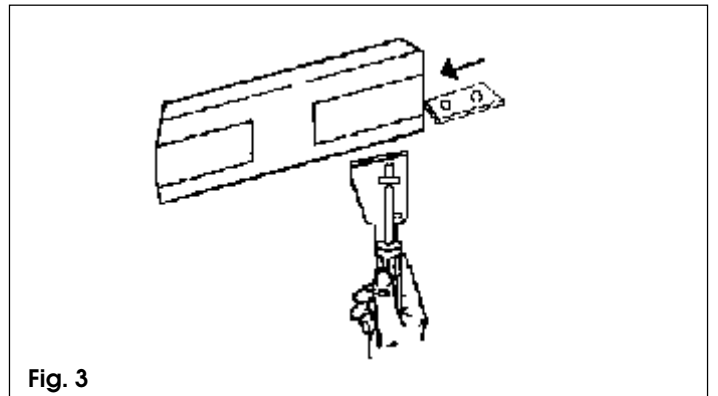

Fig. 3
- 4) Inserire il piattino A all'interno dell'asta, quindi avvitare il supporto mobile (fig.3.).
- 4) Insert plate A inside the beam and then screw the mobile support (fig3).
- 4) Introduire le petit plateau A à l'intérieur de la lisse, puis visser le support mobile (fig3).
- 6) Régler la hauteur au moyen du tirant de réglage (B), en se rappelant qu'avec la lisse en position horizontale, le
- 4) Introduzca el platillo A en el interior del mástil y entornille el soporte móvil (fig3).